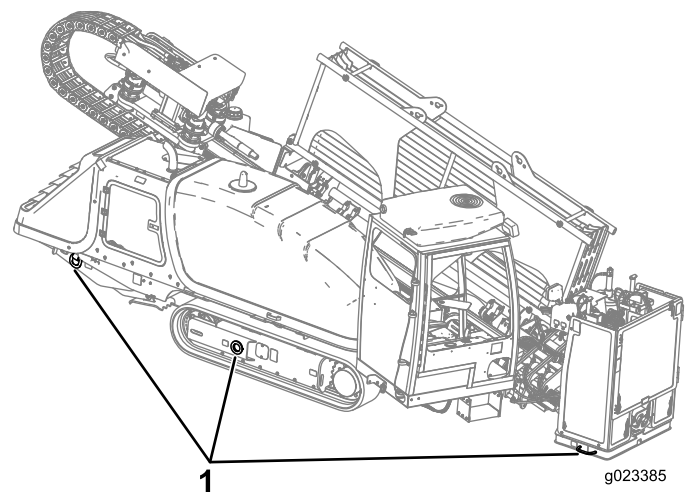

Figura 36
9. Utilice cadenas y tensores con suficiente capacidad para amarrar la máquina al remolque usando los anillos de los bastidores de las orugas y la placa de sujeción (Figura 36).